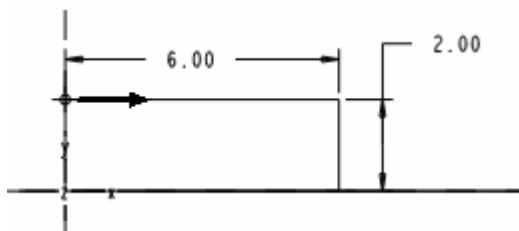

图 32-5
- (7) 截面 1 不绕 z 轴旋转，直接单击  按钮，系统再次进入草绘环境，以绘制第 1 个扫描混合截面。
- (8) 绘制如图 32-5 所示的第 1 个截面。